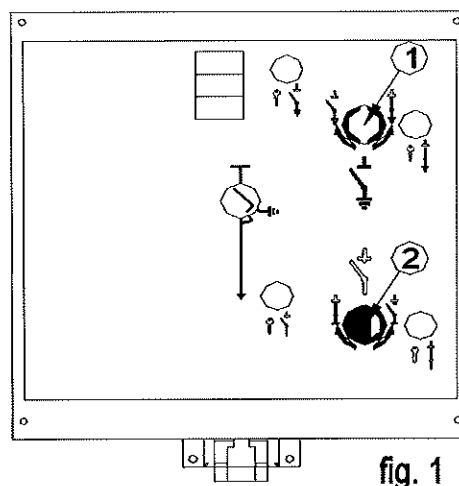

fig. 1
- 1) Se introduce levierul de manevră în orificiul de acționare a cuțitelor de legare la pământ "CLP" (vezi fig.1 - poziția 1) și se rotește (cu forță) în sensul acelor de ceas, pentru deschidere "CLP".
- 2) Se introduce levierul de manevră în orificiul de acționare separator (vezi fig. 1 - poziția 2) și se rotește în sensul acelor de ceas, pentru închidere separator.
- 1) Se introduce levierul de manevră în orificiul de acționare separator (vezi fig. 1 - poziția 2) și se rotește în sens invers acelor de ceas, pentru deschidere separator.
- 1) Se introduce levierul de manevră în orificiul de acționare "CLP" (vezi fig.1 - poziția 1) și se rotește în sens invers acelor de ceas, pentru închidere "CLP".
1) Se introduce levierul de manevră în orificiul de acționare a cuțitelor de legare la pământ "CLP" (vezi fig.1 - poziția 1) și se rotește (cu forță) în sensul acelor de ceas, pentru deschidere "CLP".
2) Se armează mecanismul de acționare introducând levierul de manevră în orificiul de acționare separator (vezi fig. 1 - poziția 2) și se rotește în sens invers acelor de ceas.
3) Se închide separatorul rotind comutatorul de culoare neagră (vezi fig. 1 - poziția 3) spre poziția "I".
1) Se deschide separatorul rotind comutatorul de culoare neagră (vezi fig. 1 - poziția 3) spre poziția "0".
1) Se introduce levierul de manevră în orificiul de acționare "CLP" (vezi fig.1 - poziția 1) și se rotește în sens invers acelor de ceas, pentru închidere "CLP".